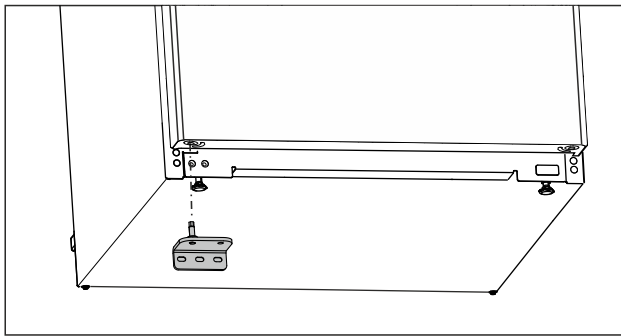

Fig. 25
- Plaats de onderste lagersteun aan de tegenoverliggende kant. (zie Fig. 25)